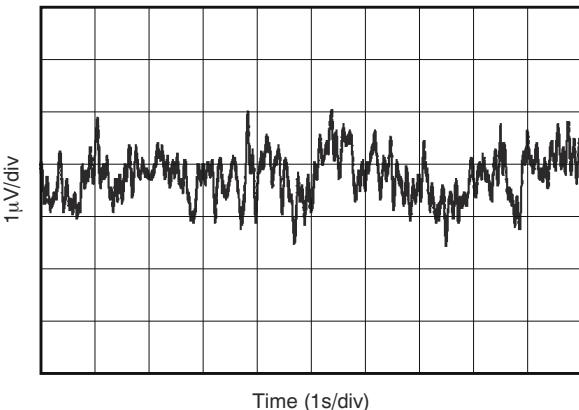

図 6-13. 0.1Hz～10Hz のノイズ
0.1Hz~10Hz のノイズ	<a href="#">図 6-13</a>